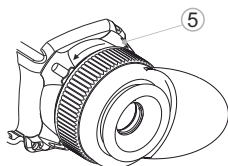

Fig.4
- Tournez la bague de verrouillage de l'oculaire (5) dans le sens antihoraire jusqu'à ce que vous entendiez un clic et retirez l'oculaire (Fig. 4).
- Retirez le couvercle (13) de l'adaptateur en effectuant une rotation dans le sens anti-horaire.
- Installez l'insert (14) dans l'adaptateur (15) jusqu'au fond (Fig.4).